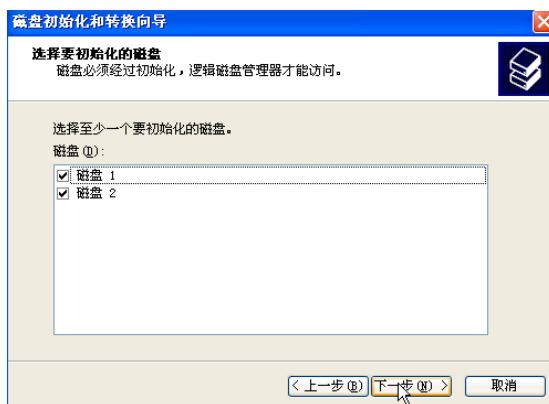

图 5-26 选择初始化的磁盘
(14) 单击“下一步”按钮，选择要初始化的磁盘，如图 5-26 所示。